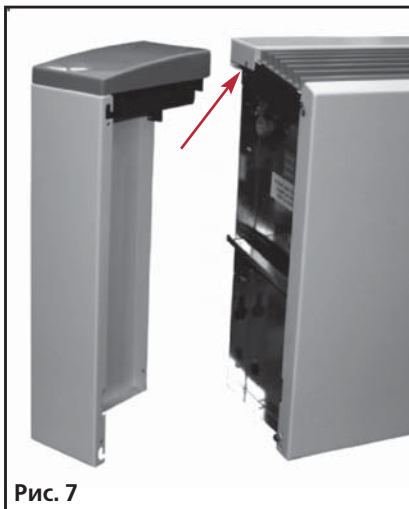

Рис. 7
- Извлеките подготовленные на заводе-изготовителе винты для крепления боковых панелей (рис. 7).